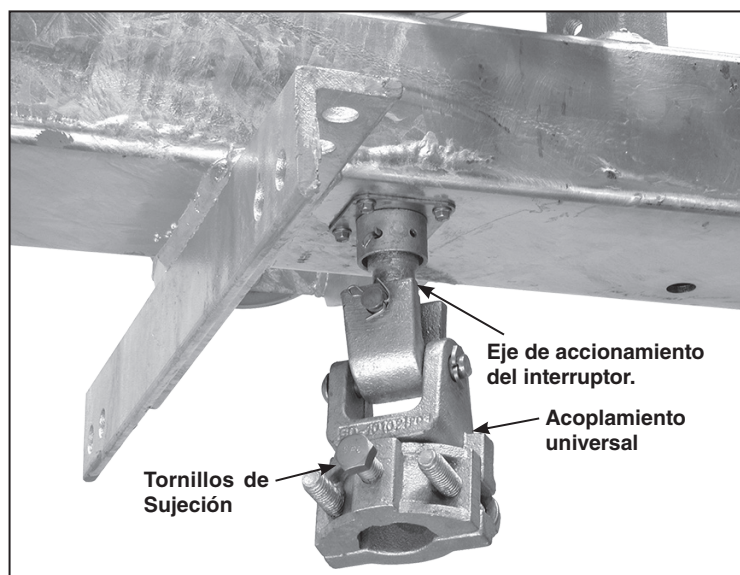

Figura 14. Colocación del acoplamiento universal en el eje de accionamiento del interruptor.
**PASO 12.** Fije un acoplamiento universal de tipo chumacera de tubo a interruptor del eje impulsor del interruptor en la parte inferior del ensamble del interruptor. Ver Figura 14.